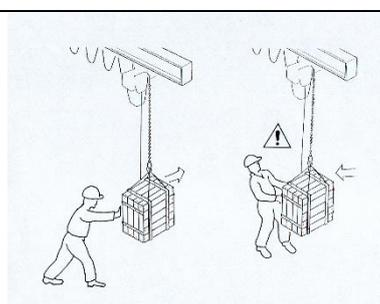

fig. 76
- Nelle manovre manuali di traslazione e/o rotazione del braccio l'operatore deve movimentare il carico spingendolo e mai trainandolo verso di sé, per evitare il rischio di schiacciamento (fig. 76).